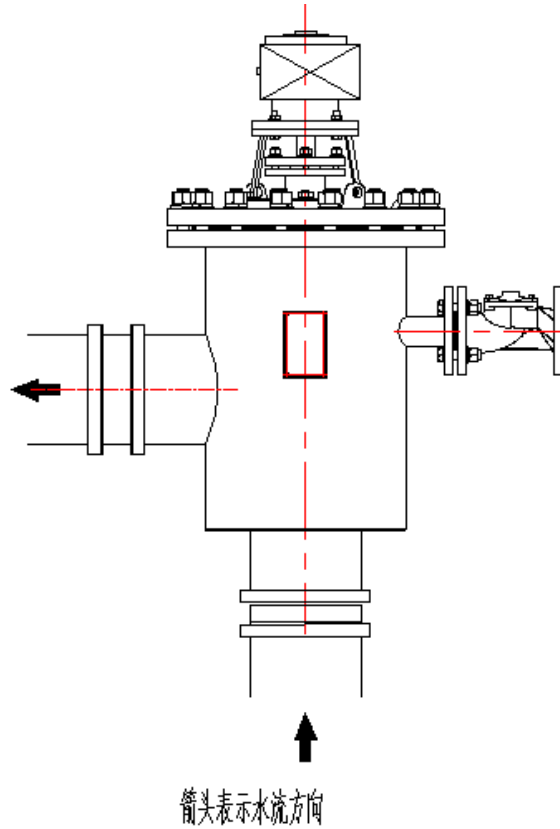

图 5
3) 过滤器有两种安装方式，见图 5~6，但应注意水流方向不可弄错，安装时应尽量使水力控制阀处于水平位置或向下的位置，以保证排污彻底。